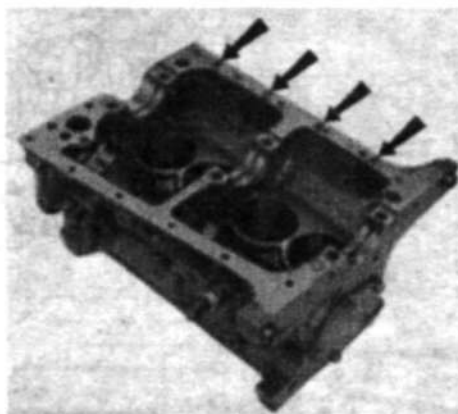

Рис.1.13. Стрелками показаны буквы, указывающие на класс цилиндров в соответствии с их фактическими диаметрами (раздел 29).
5. На блоке цилиндров рядом с каждым цилиндром имеются буквы. Те же самые буквы можно найти на нижней поверхности каждого поршня. Это стандартные размеры поршней, которые будут одинаковы для всех цилиндров. Если вы устанавливаете стандартные поршни или меняете стандартные низкокомпрессионные кольца на стандартные же высококомпрессионные, необходимо подобрать поршни с теми же буквами, что и старые (см. рис.1.13).